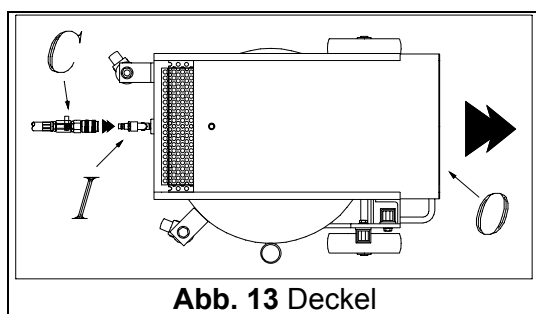

Abb. 13 Deckel
2. Den Deckel "O" durch Herausziehen in Richtung des Pfeiles öffnen (siehe Abb. 13 und Generalschema Seite 3). Den Stöpsel unter der Ölwanne ausdrehen und das Öl auffangen. Das Ölsieb verhindert ungewünschte Spritzer und das versehentliche Hineinfallen von Teilen in den Kessel.
3. Nach diesem Vorgang den Deckel "O" schließen (siehe Abb. 13 und Generalschema Seite 3).
3. Den Wannendeckel "O" öffnen (siehe Abb. 13 und Generalschema Seite 3).
- Das Verbindungsstück des Ansaugschlauchs mit dem Stecker "I" verbinden (siehe Abb. 13 und Generalschema Abb. A3 Seite 3) und den Hahn "C" öffnen: das Öl wird rasch in den Kessel gesaugt.
- a. Den Deckel "O" schließen (siehe Abb. 13 und Generalschema Abb. A3 Seite 3).